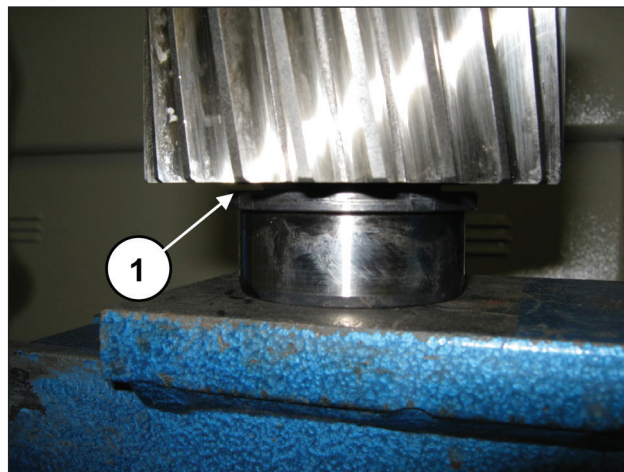

图 82
在链轮上预装轴承内环 $40 \times 90 \times 23$ (①, 图 82)，直至其定位到底。